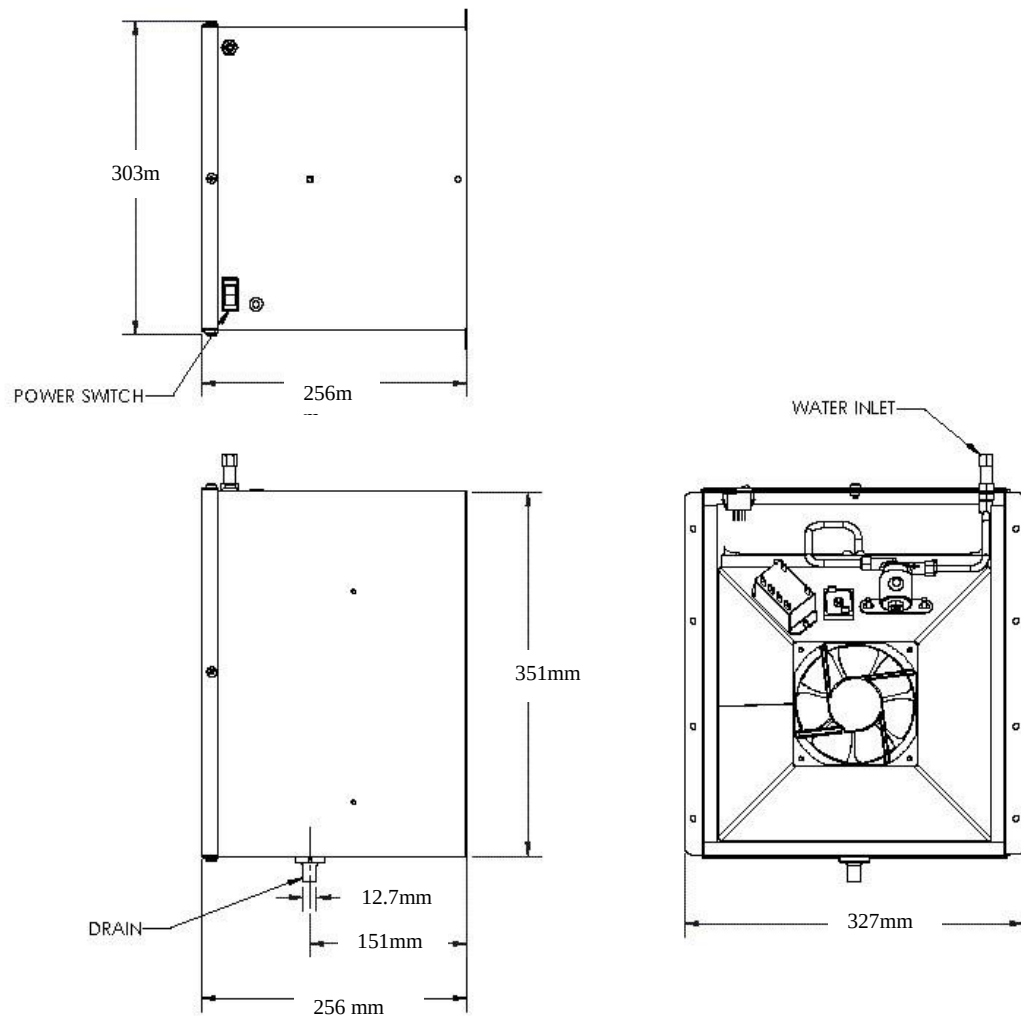

Figure 1.0
The Wine Guardian Humidifier uses a 254mm wide x 780mm high x 51mm thick expanded coated aluminum pad. Its rated output capacity for wine cellars is 16°C and 50%RH is 6.0 liters per day (1pd) with 16°C water supply 12.5 1pd with 32°C water, and 19.3 1pd with 49°C water. The weight of an operating humidifier is approximately 4.5kg. See Figure 1.0 dimensions.
酒卫加湿机使用了 254 毫米宽 x 780 毫米高 x 51 毫米厚的扩大涂层铝制分布垫。其酒窖额定输出制湿量为 16° C, 50%相对湿度 (RH)。制湿量：用 16°C 水，每一天 6.0 升；用 32°C 水，每一天 12.51 升；用 49°C 水，每一天 19.3 升。加湿机运转时重量约为 4.5 公斤左右。参见图 1.0 尺寸大小。